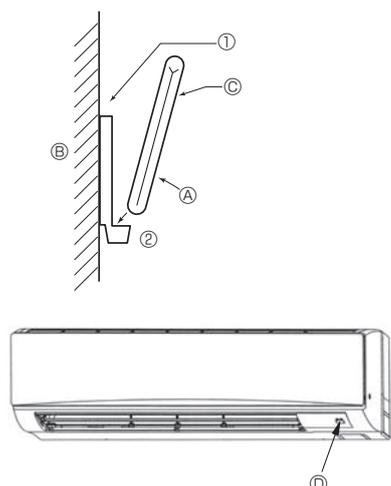
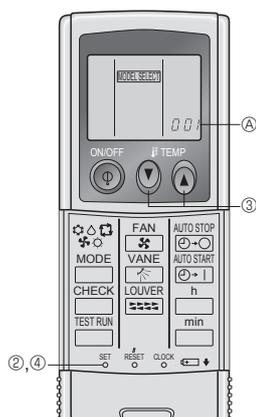

Fig. 6-2
Fig. 6-3
2) Wijze van Installeren (Fig. 6-2)
- ① Bevestig de houder van de afstandsbediening op de gewenste plaats met de twee zelftappende schroeven.
- ② Zet het onderste gedeelte van de afstandsbediening in de houder.
3) Instellen (Fig. 6-3)
- ① Plaats de batterijen.
- ② Druk op de toets SET met een puntig voorwerp.